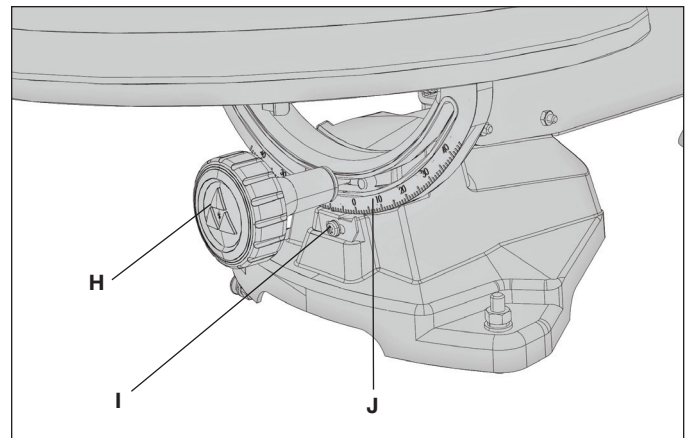

FIG. 10
La table de la scie à découper permet d'effectuer des coupes en biseau à 45° à gauche et à droite. Il y a une détente à 0°. Pour incliner la table de la scie à découper, desserrer le bouton de verrouillage des biseaux (H) fig. 10, et incliner la table